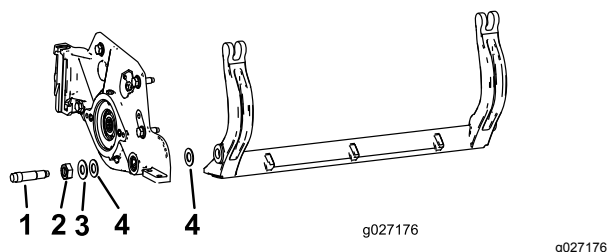

**Figure 30**
3. De chaque côté de la machine, desserrez le contre-écrou de fixation du boulon de la barre d'appui (Figure 30).
4. Retirez les boulons de la barre d'appui afin de pouvoir abaisser la barre et la déposer du boulon de la machine (Figure 30).